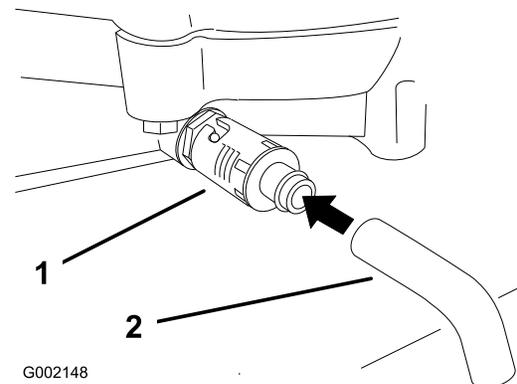

Figure 24
4. Placez un bac sous la vidange. Tournez le robinet de vidange d'huile pour permettre à l'huile de s'écouler (Figure 24).